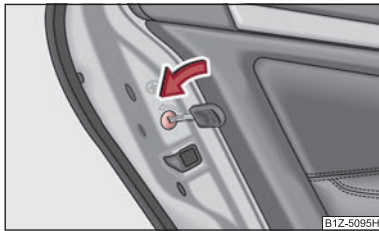

Fig. 23 Siguranța pentru copii de la portierele din spate
- Rotiți cu cheia de contact fanta din portierele din spate în sensul săgeții ⇒ fig. 23.